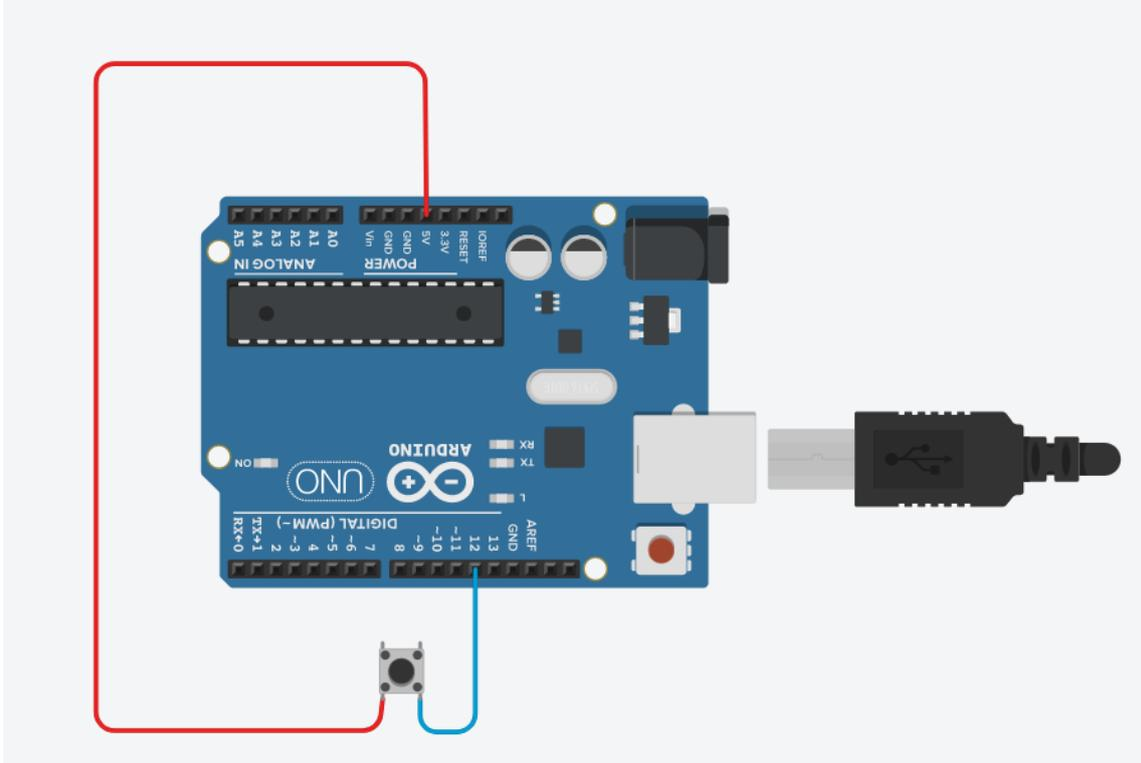

FIGURE 5 – Mauvais câblage d’une entrée.
1. Observer le mauvais câblage de la figure 5 effectué par un novice.